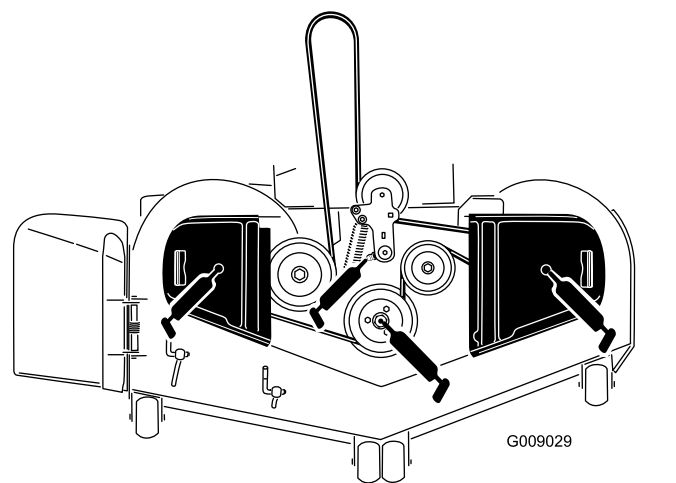

Figura 46
5. Lubrifique a articulação da polia intermédia da plataforma do cortador até o lubrificante sair por baixo (Figura 46).
6. Lubrifique os 3 rolamentos do eixo até o lubrificante sair pelas juntas inferiores (Figura 46).
7. Lubrifique o braço intermédio da correia de transmissão (Figura 46).